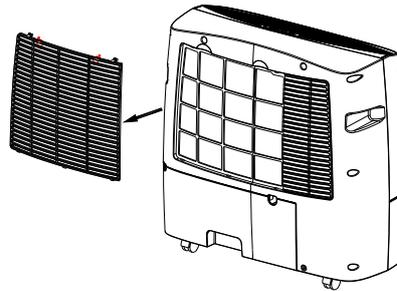

Abb. 4
- Entnehmen Sie den Filter an der Rückseite des Geräts, (Abb. 4)